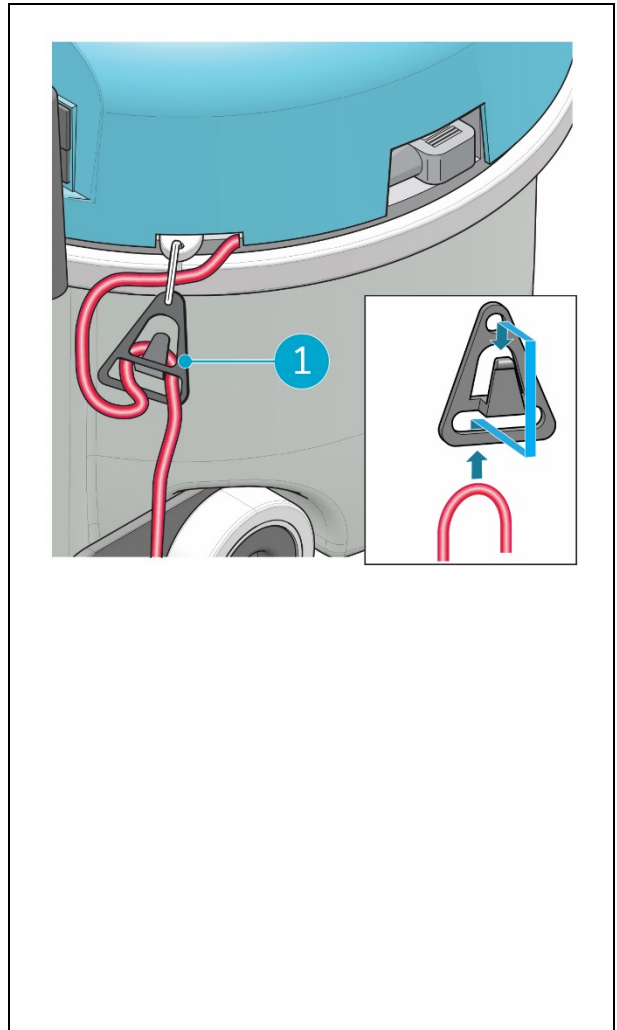

Figura 17
1. Verifique se o cabo de alimentação principal está colocado no suporte destinado a aliviar a tensão do cabo (figura 17, posição 1).